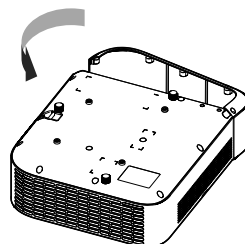

Figure 3
3. Alignez le vis du cache-câble avec le trou de vis sur le projecteur (Figure 3) et utilisez un tournevis à tête cruciforme pour serrer le vis (Figure 4).